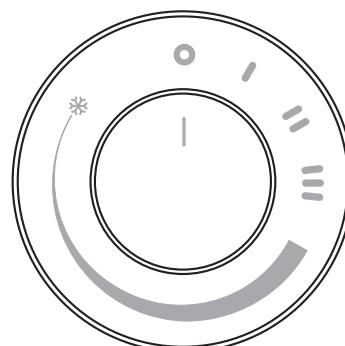

fig. 1
- Verifique que la referencia "I" del mando esté alineada con el símbolo "o" del panel de mandos (Fig. 1).*